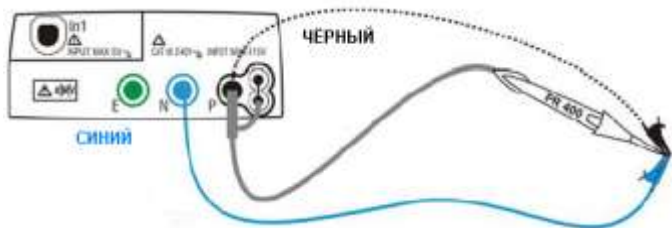

Рис. 7: Схема подключения при выполнении калибровки (с тестовыми проводами или с пробником PR 400)
- Подсоедините, как указано на рис.7 провода и зажимы «крокодил». Убедитесь что тестовые провода с зажимами «крокодил» при их замыкании обеспечивают хороший гальванический контакт друг с другом.